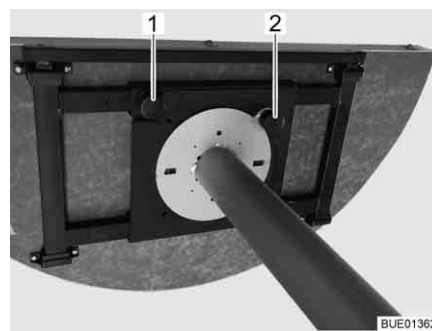

Fig. 113 Mecanismo de ajuste
- Desaperte o parafuso de cabeça estriada (Fig. 113,1).
- Levante o botão de ajuste (Fig. 113,2).